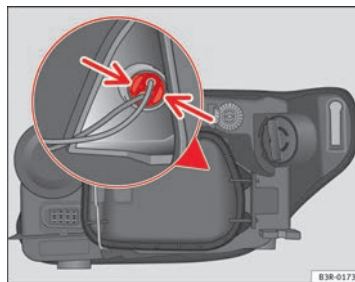

Fig. 196 Luz de posición (lado exterior vehículo)
- Presione ligeramente las pestañas del portalámparas ⇒ fig. 196 y tire hacia la tapa (también se puede extraer tirando de los cables del portalámparas).